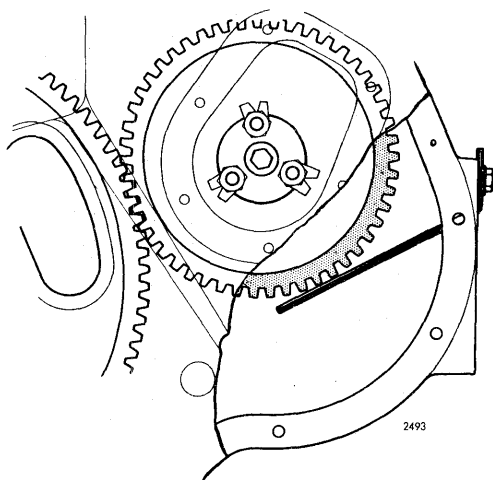
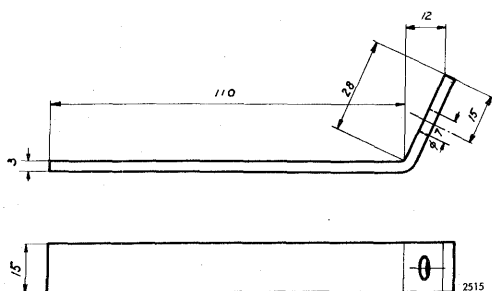

Fig. 25.
Fig. 26.
5. Afmonter dækslet på takthjulshusets venstre side, og monter en støtteplade under pumpedrevet, som vist i fig. 25. Denne støtteplade fremstilles efter skitsen fig. 26.